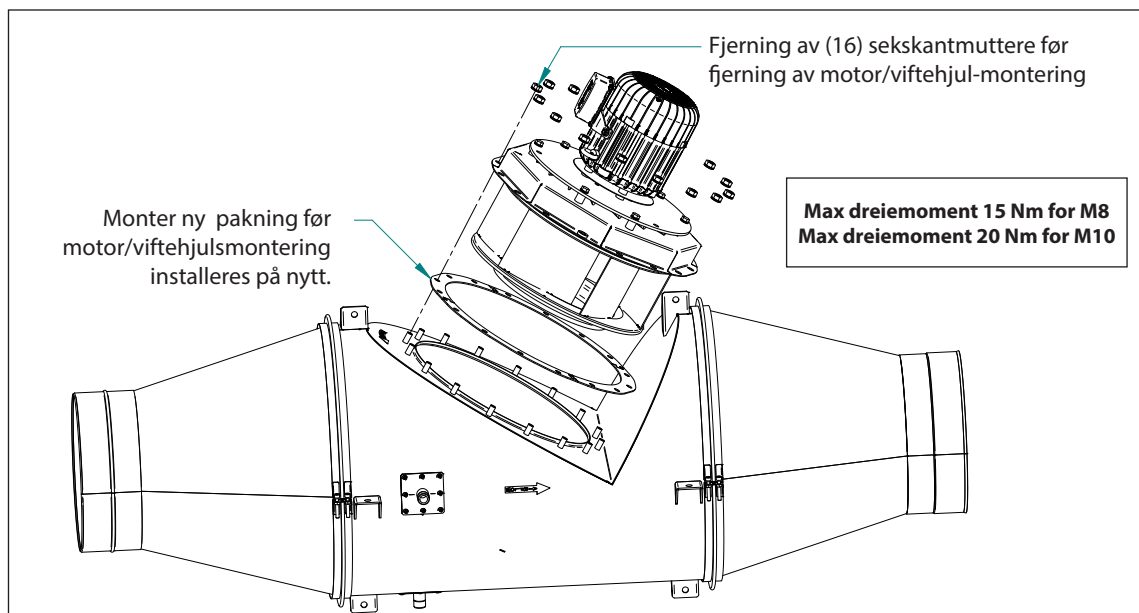

Fig. 12
Se Fig. 12 nedenfor og følg disse trinnene for å åpne CFIR innebygget røysuger for rengjøring og inspeksjon:
5. Sett inn motoren og trekk til sekskantmutrene som angitt i Fig. 12